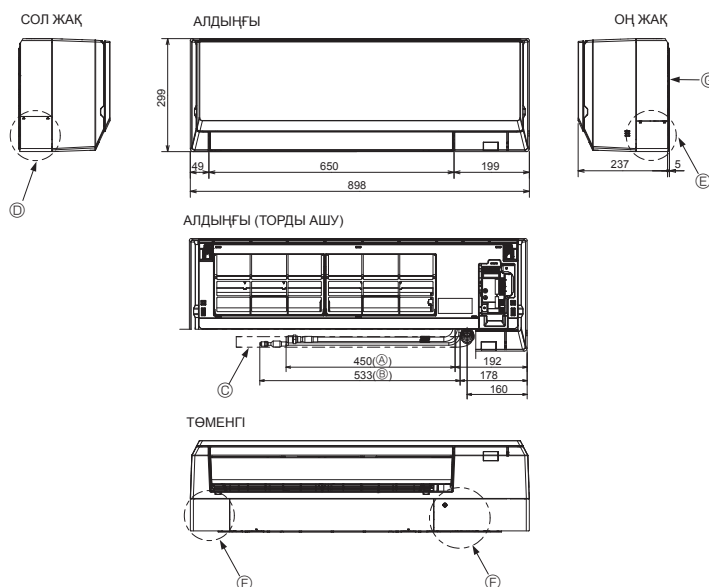

Fig. 4-3
4.3. Суық агентті және ағызу құбырларын орналастыру (Fig. 4-3)
- Ⓖ Орнату тақтасы ①